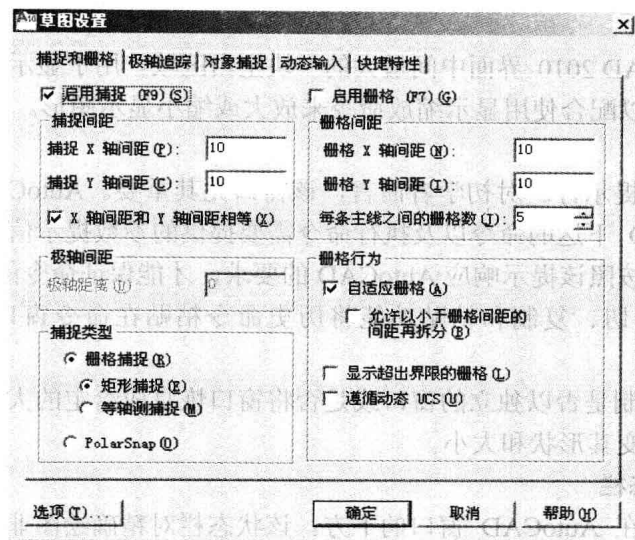

图 1-10 “草图设置”对话框
- **捕捉：**控制光标移动间隔。处于打开状态时，光标只能在 X 轴、Y 轴或极轴方向移动固定距离的整数倍，该距离可以通过“草图设置”对话框进行设定（在开关上右击鼠标，选择“设置”菜单打开“草图设置”对话框），如图 1-10 所示。如果绘制图形的尺寸大部分都是设定值的整数倍，且容易分辨，可以打开该开关，保证精确绘图。触发该开关时，在命令行上会显示“<捕捉 开>”或“<捕捉 关>”的提示信息。